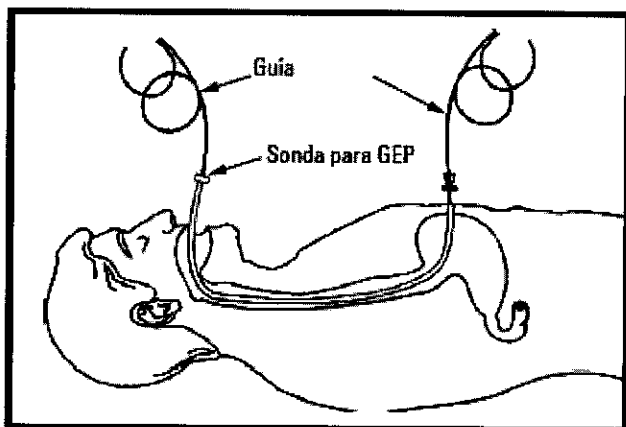

Figura 10
- Es necesaria una tensión firme en ambos extremos de la guía para que la sonda para GEP pase por la bucofaringe y entre en el estómago (figura 10).